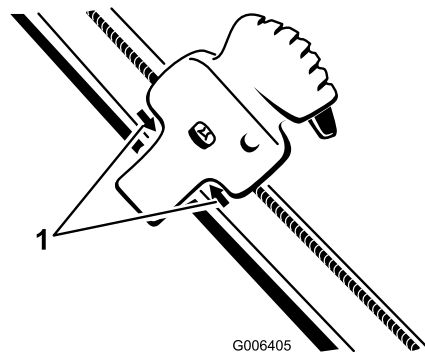

Figure 40
- Placez la commande Quick Shoot entre les deux flèches situées sur le côté droit de la partie supérieure du guidon (Figure 40).